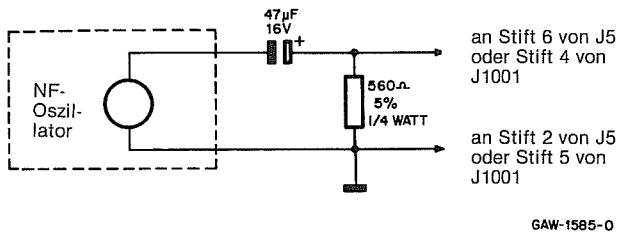

Abbildung 22
(2) An die Mikrofonbuchse wird ein NF-Generator angeschlossen, wie in Abb. 22 gezeigt. Der Generator soll eine Tonfrequenz von 1000 Hz bei einer Amplitude von 800 mV eff. abgeben.
(3) Die Modulationssteller R302 (VCO MOD) und R305 (REF MOD) an den linken Anschlag drehen. Bei Geräten mit 25kHz Kanalabstand muß R305 jedoch an den rechten Anschlag gedreht werden.
(4) Einen beliebigen Sendekanal einstellen. Bei „Private-Line“-Geräten ist ein Kanal mit „PL“-Modulation zu wählen.
(5) Den Sender tasten und mit dem Poti R302 (VCO MOD) den Hub wie folgt einstellen: